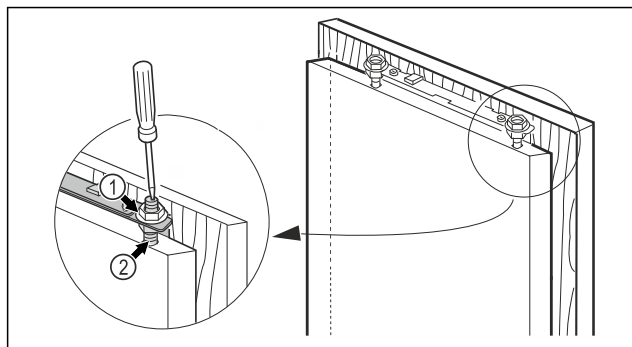

Fig. 21
- ▶ Dokręcić nakrętki zabezpieczające Fig. 21 (1) za pomocą klucza sześciokątnego 13, przytrzymując przy tym śrubokrętem sworzeń regulacyjny Fig. 21 (2).